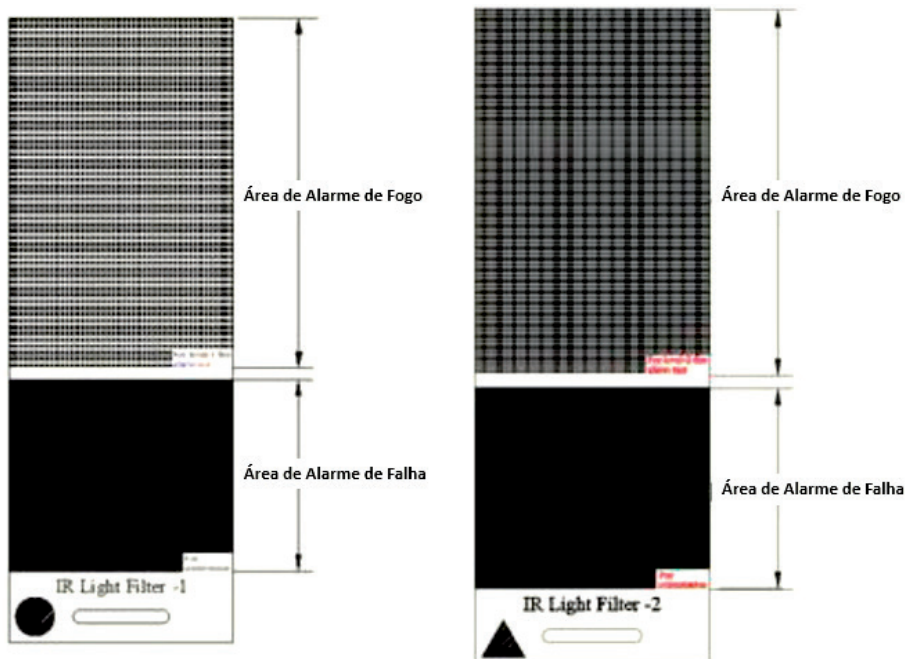

Fig. 13
**Nota:** Se o detector linear estiver na sensibilidade 1 ou 2 (padrão de fábrica), use o filtro de luz infravermelho - 1. Caso o detector estiver na sensibilidade 3 ou 4, deve-se utilizar o filtro de luz infravermelho - 2. Para a utilização dos filtros é necessário remover cuidadosamente o filme protetor de ambos os lados. Os filtros estão ilustrados na Fig 13.